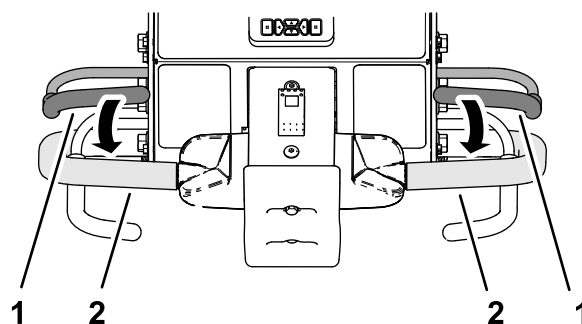

Figura 93
3. Agarre el manillar izquierdo o derecho y la barra de presencia del operador (Figura 93) y apriete la barra hacia el manillar.